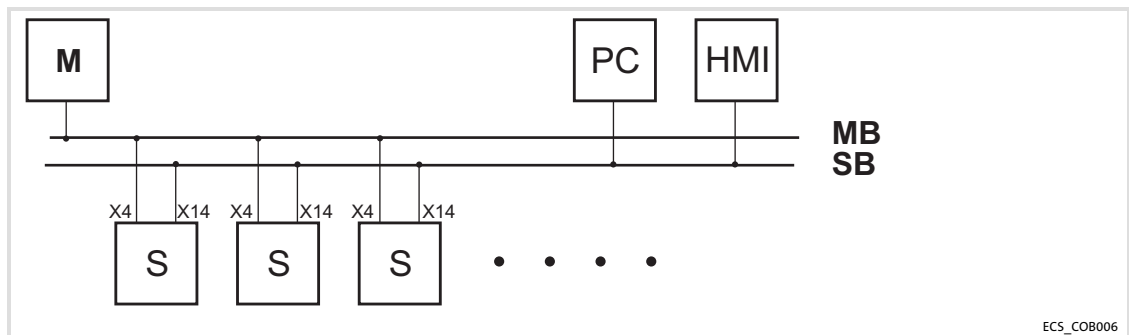

Fig.5-14 MotionBus (CAN) con control superior
- ▶ En la Fig.5-14 la función del master es asumida por un control superior, p.e. ETC.